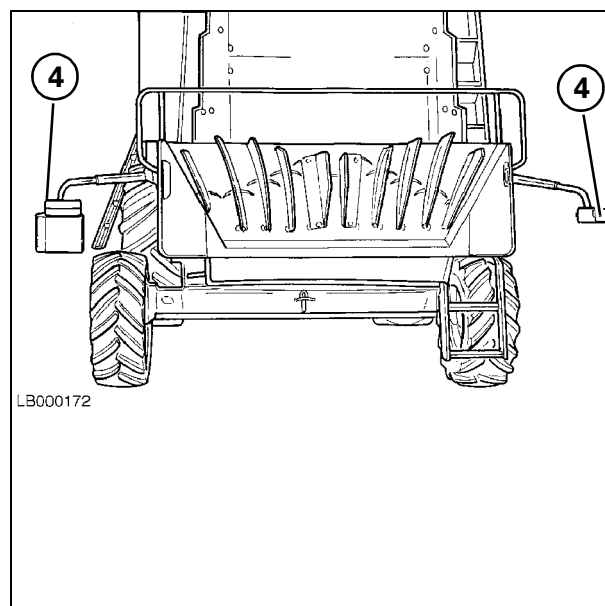

Рис. 89
- Задние фонари (4) (указатели поворота, габаритные фонари и стоп-сигналы) должны быть установлены на расстоянии 0-400 мм от габаритных размеров машины (Рис. 89).